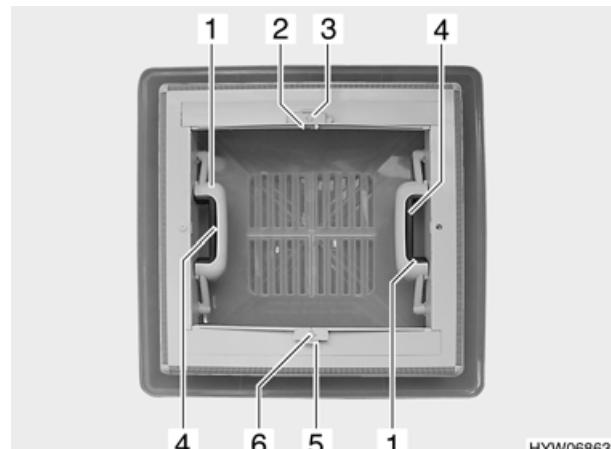

Bild 35 Dachlüfter mit Schnappverschluss
- Schnappverschluss (Bild 35,4) zur Innenseite des Dachlüfters drücken. Gleichzeitig mit dem Griff (Bild 35,1) den Dachlüfter nach oben drücken.
- Arretierung (Bild 35,5) zur Dachlüfteraußenseite drücken.
- Verdunklungsrollo am Griff (Bild 35,6) bis zum gegenüberliegenden Griff des Insekenschutzrollos (Bild 35,2) ziehen und einrasten lassen.
- Griff (Bild 35,2) zusammendrücken. Die Arretierung wird gelöst.
- Verdunklungsrollo am Griff (Bild 35,6) langsam zurückführen.
- Arretierung (Bild 35,3) zur Dachlüfteraußenseite drücken.
- Insekenschutzrollo am Griff (Bild 35,2) bis zum gegenüberliegenden Griff des Verdunklungsrollos (Bild 35,6) ziehen und einrasten lassen.
- Insekenschutzrollo am Griff (Bild 35,2) langsam zurückführen.